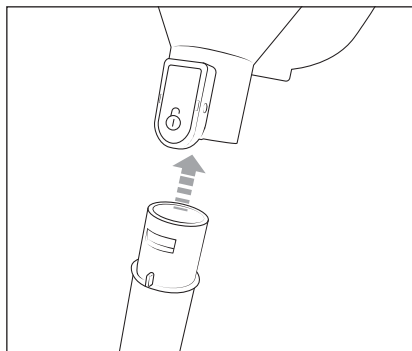

Fig. 1
- 1) Împingeți țeava de aspirare telescopică **15** în orificiul de aspirare al aparatului până se fixează în poziție cu sunet (a se vedea fig. 1). Atenție la poziția de fixare corectă.